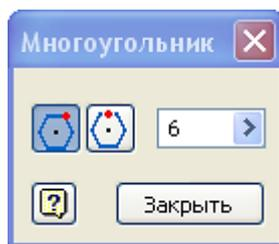

**Рис. 14. Вторая пластина**
4. Нажмите кнопку «*ОК*», чтобы принять значения и закрыть диалоговое окно. Также можно нажать кнопку «*Отмена*», чтобы закрыть диалоговое окно без сохранения изменений (рис. 14).